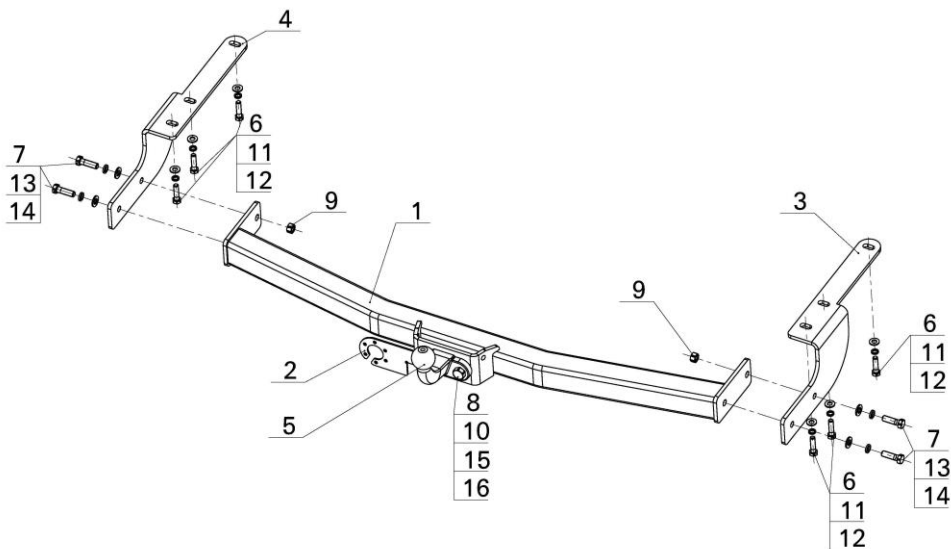

Рис. 1.
- Установить ТСУ (рис.1) на автомобиль, используя крепежные элементы (поз.7,9,13,14);